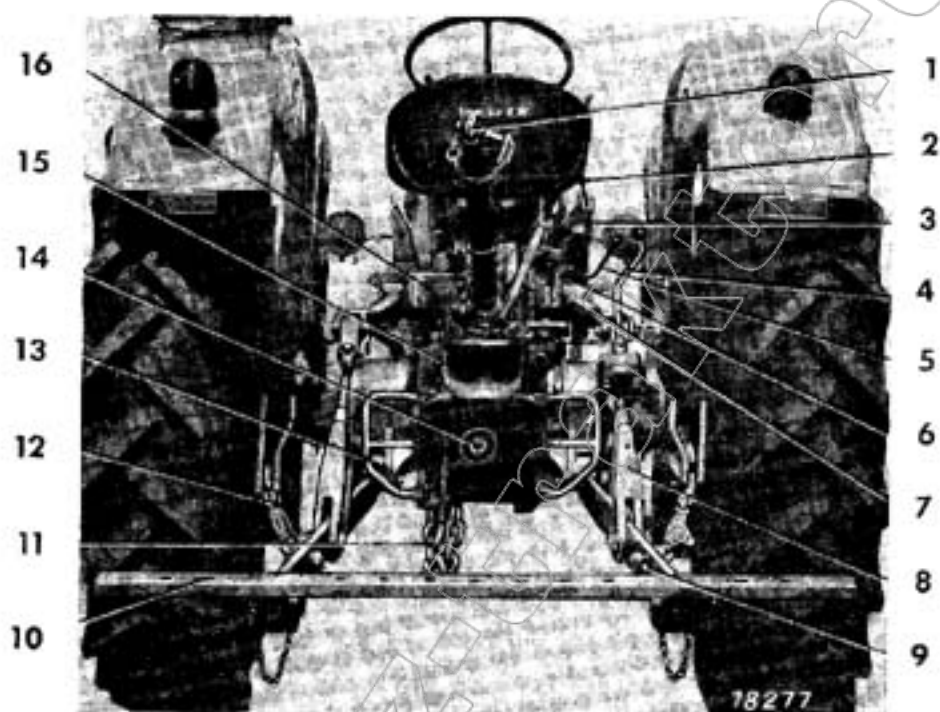

Bild 41
Die Dreipunktkupplung besteht aus den beiden unteren Lenkern 9, dem oberen Lenker 1, der Anhängeschiene 10 und den beiden Verbindungsstangen 8 (Bild 41). Die rechte Verbindungsstange (Hubstange) besitzt eine Handkurbel, die ein Verkürzen oder Verlängern der Stange zum Anpassen des rechten unteren Lenkers an die Koppelhöhe des Arbeitsgerätes und den waagerechten Ausgleich der beiden unteren Lenker ermöglicht. Die linke Verbindungsstange kann durch Verdrehen ebenfalls in der Länge verstellt werden.
wird durch die Spannketten 12 – Bild 41 verhindert.) Darüber hinaus gibt es
5. Spannketten (12 – Bild 41)